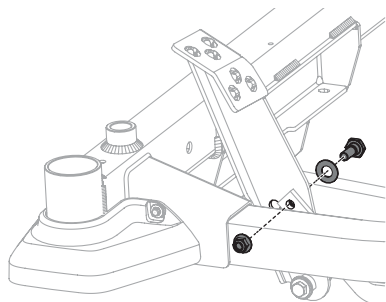

Figura 33
2. Extraiga el perno hexagonal, la arandela y la tuerca hexagonal cerca del centro del montaje del pedal (Figura 33).
4. Reinstale los elementos de herrajes extraídos anteriormente y ajuste la tuerca a 28-35 pies-libras (38-47 N-m) (Figura 33).